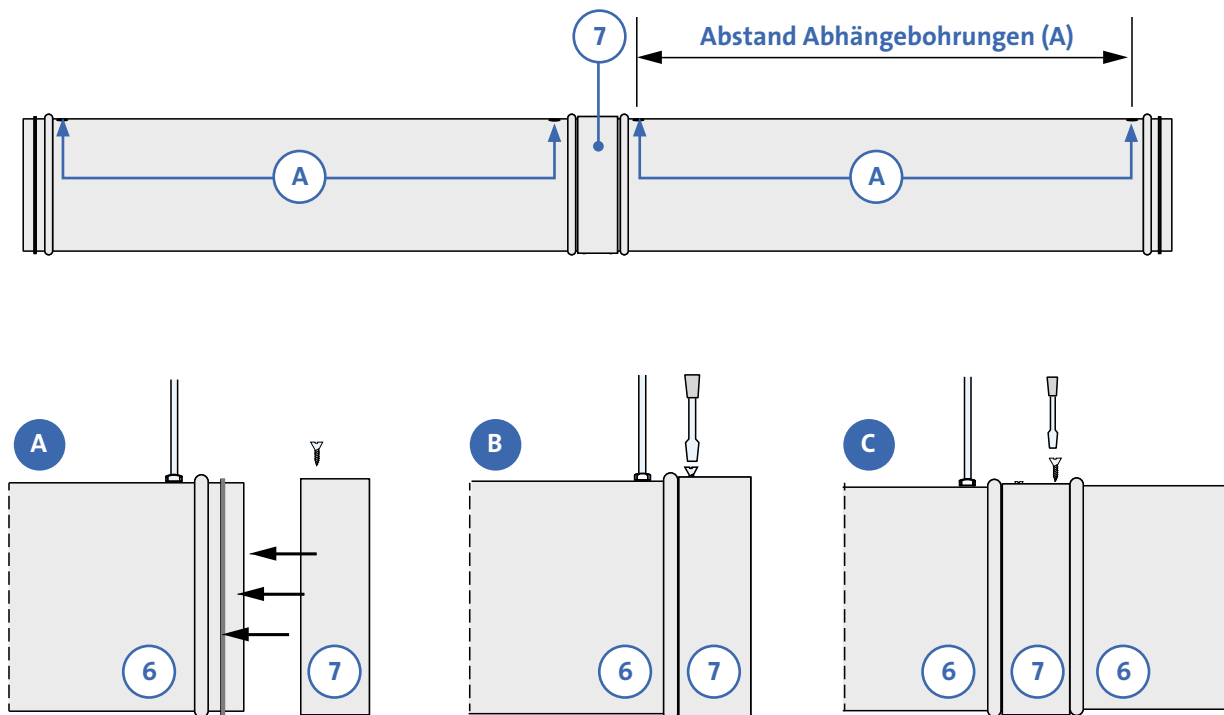

Abb. 10. Verbinden von Rohrdurchlässen mittels Muffen
- 1. Um Rundrohrelemente zu verbinden, zunächst Muffe (7) als Verbindungselement aufstecken. Dazu die Muffe über den Steckverbinder eines Rohrdurchlasses schieben, bis die Muffe an die Sicke am Ende des Steckverbinders stößt (siehe Abb. 9 Bild A). Wenn gewünscht, die Muffe mittels Schrauben an den Rohrdurchlässen fixieren (siehe Abb. 9 Bild B). Kampmann weist darauf hin, dass eine Fixierung nach Einhaltung der Montageanleitung nicht notwendig ist. Bei Verbindung zweier RRA-Auslässe, bzw. zweier Glattrohre mit einer Muffe ( $L < 200\text{mm}$ ) genügt ein Abhängepunkt entweder links oder rechts neben der Muffe (siehe Abb. 10 C).